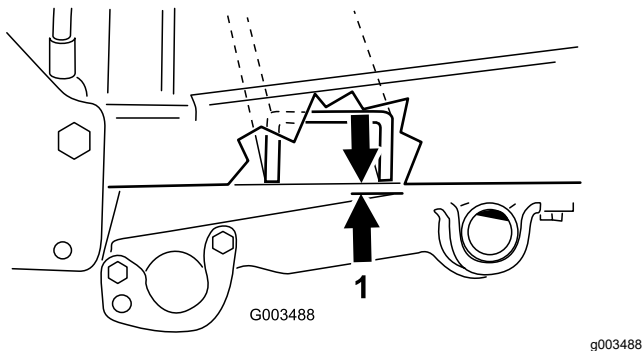

Figura 18
2. Misurate la distanza tra il telaio del trattore e il tubo orientabile come illustrato in Figura 18.